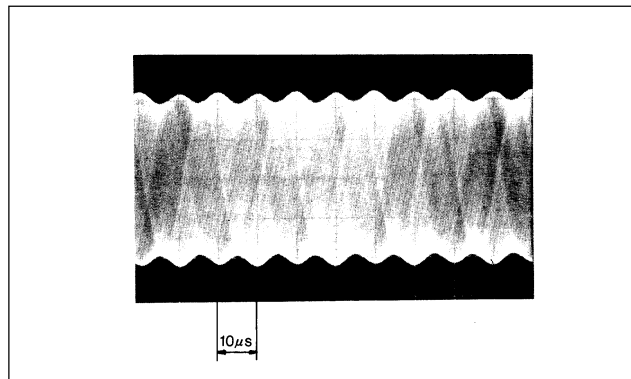

図4-9.
- ⑤ RV1ボリュームを中心付近に設定し、スケールを移動させると図4-9.に示すような波形が観測されます。このときRV3ボリュームを調整し、エンベロープリップルが最小になるようにします。また、RV1ボリュームも微調整しエンベロープリップルが最小になるようにします。このとき、オシロスコープの感度を上げ (50~100 mV/div) 垂直位置調整をして、エンベロープリップルを画面中央に拡大してからボリューム調整を行なうと容易に微調整ができます。